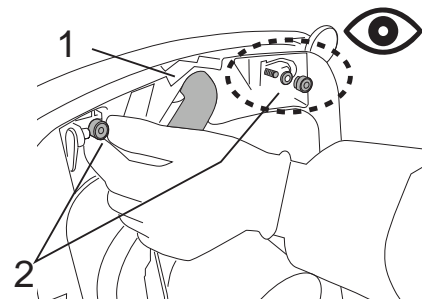

Fig.39
- Løsne oppsugingsslangen fra nalen (fig. 39 - ref. 1).
- Løsne knottene (fig.39 - ref.2).